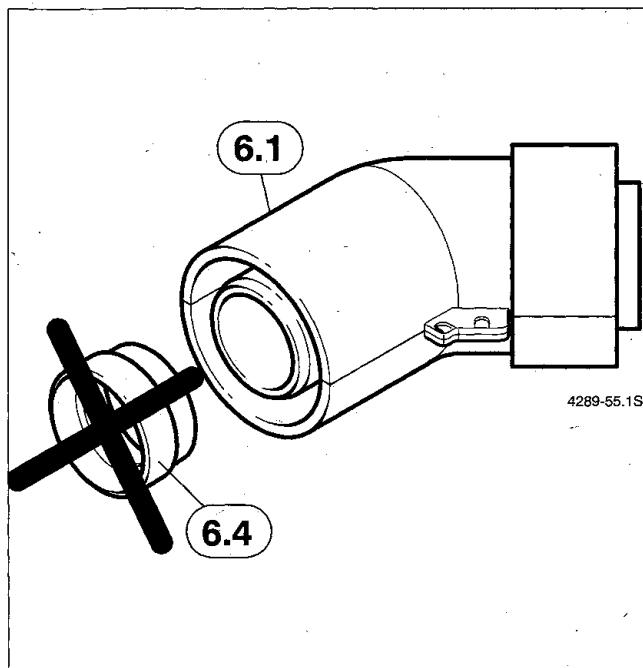

Bild 34
- Auf dem Versatzbogen (6.1) darf keine Dichtung (6.4) montiert werden (Bild 34).